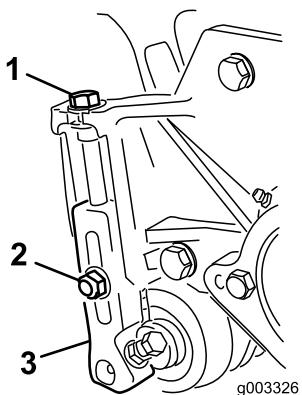

図 10
3. 刈り高ブラケットをカッティングユニットのサイドプレートに固定しているロックナットをゆるめる図 10。